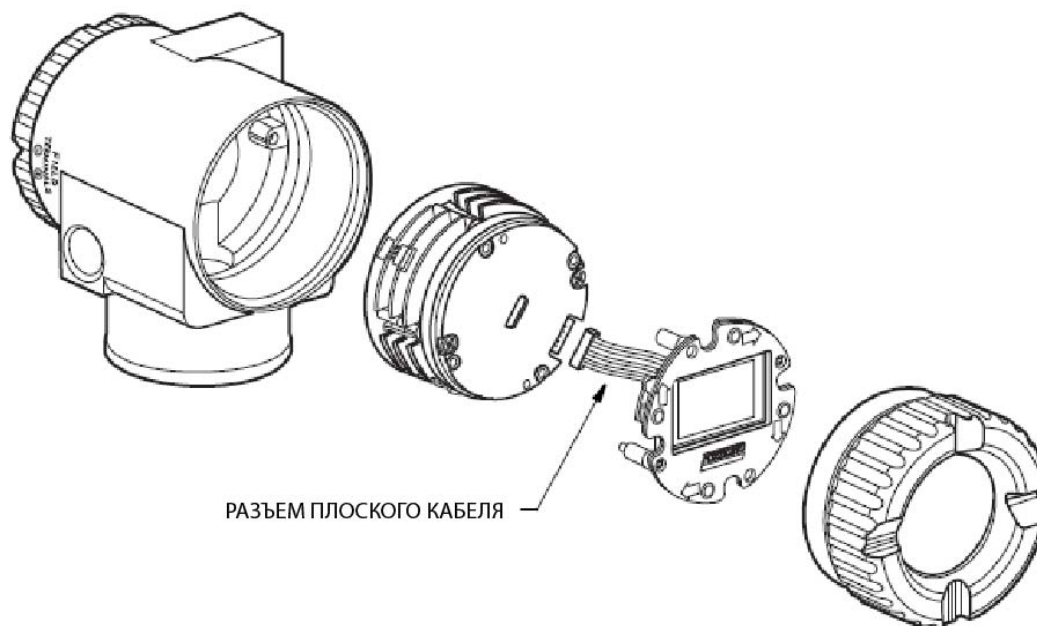

Рис. 40. Подключение дисплея
6. Если электронный модуль был оснащен дисплеем, вновь установите дисплей. Аккуратно уложите плоский кабель в пространстве между дисплеем и электронным модулем, так чтобы он не был зажат. Молдинг дисплея должен упираться на молдинг модуля, прежде чем затягивать винты. См. рис.40.